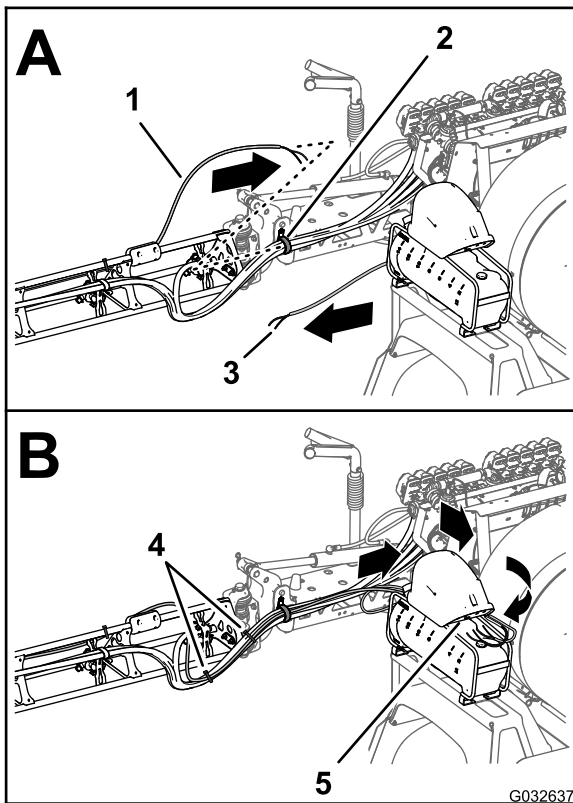

図 173
1. 左右のブーム用の泡ノズル用チューブを、車両中心に向かって配設し、各ブームの支点近くにあるRクランプに通す 図 173。
2. コンプレッサから見て内側を通るようにして、タンクに向かってチューブを前方に延ばす 図 173。
11. ケーブルタイ2本を使って、フォームマーカのチューブを液剤ホースに固定する 図 173。